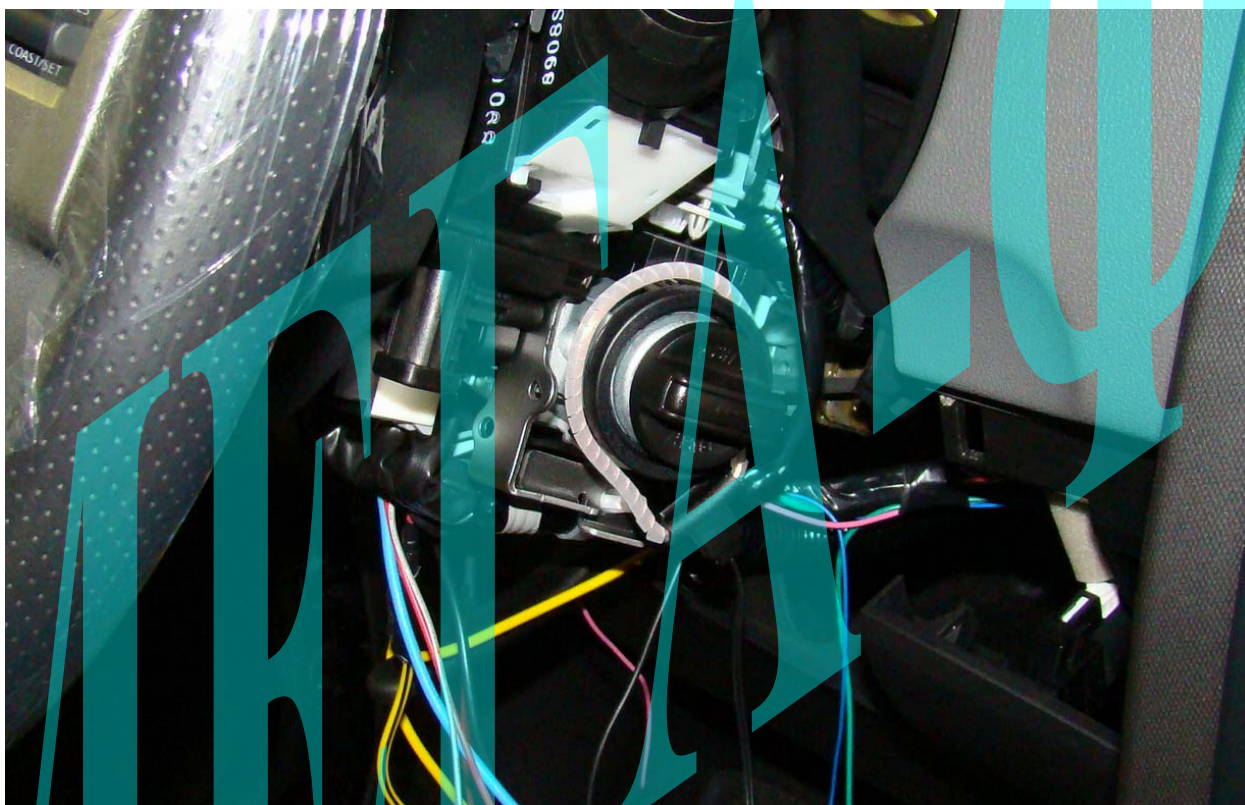

Рис. 8: Расположение антенны обходчика иммобилайзера.
провод ВР-2) соединяем с отрицательным слаботочным выходом «зажигания 2» (фиолетовый провод Scher-Khan Magicar 5(A) разъёма CN1). При таком подключении модуля обхода полностью сохраняются охранные функции штатного иммобилайзера (чип ключа распознаётся только по команде «автоматический запуск двигателя» и не распознаётся при попытке проворота личинки замка зажигания или подачи сигналов на провода автомобиля с целью несанкционированного запуска двигателя). При этом в обходчике иммобилайзера должен находиться пассивный чип (без элемента питания для автомобилей с функцией Intelligent Key). Расположение внешней антенны обходчика указано на рис. 8.